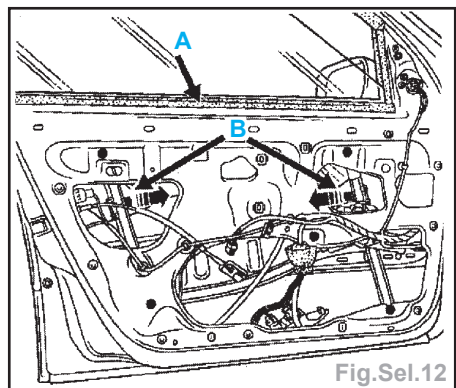

Fig.Sel.12
- le lécheur intérieur de vitre (A) (Fig.Sel.12),